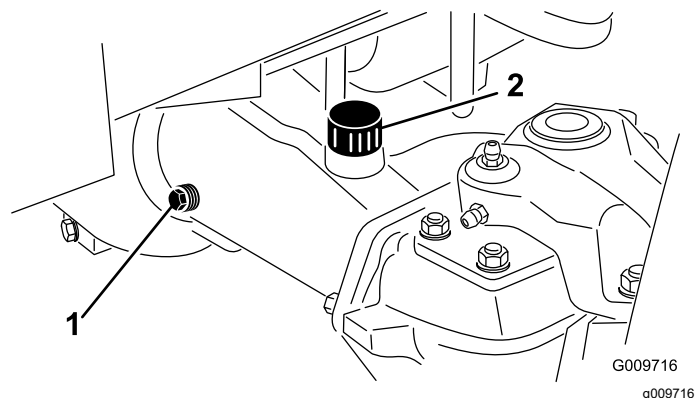

Рисунок 57
2. Снимите контрольную пробку с одного конца моста и убедитесь, что масло доходит до низа отверстия (Рисунок 57).